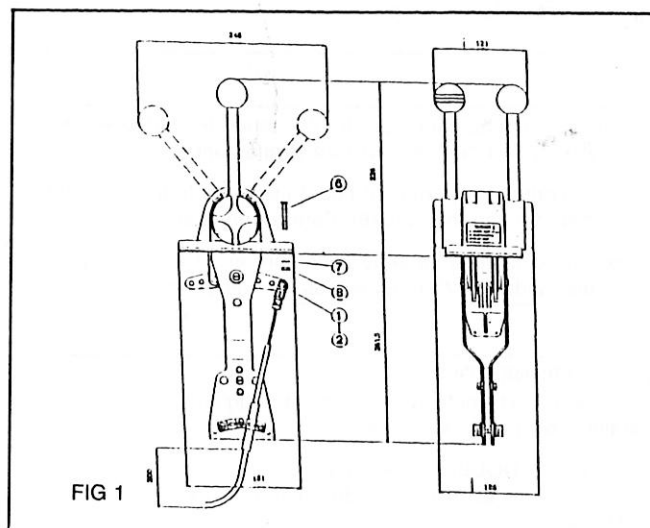

FIG 1
In figure 1 the control sizes are stated.
Le rayon de courbure du câble ne doit pas être inférieur à 8" (203 mm). A la fig. 1, sont indiquées les dimensions de la commande.
Avvitare le forcelle all'estremità di entrambi i cavi, collegare le forcelle ai bilancieri (1) e (2) del comando: (fig. 1)
Tighten the forks to the end of both cables, connecting the forks to balances (1) and (2) the control box: (fig. 1)
Vissez les fourches à l'extrémité des deux câbles, branchez les fourches aux culbuteurs (1) et (2) de la commande: (fig. 1)